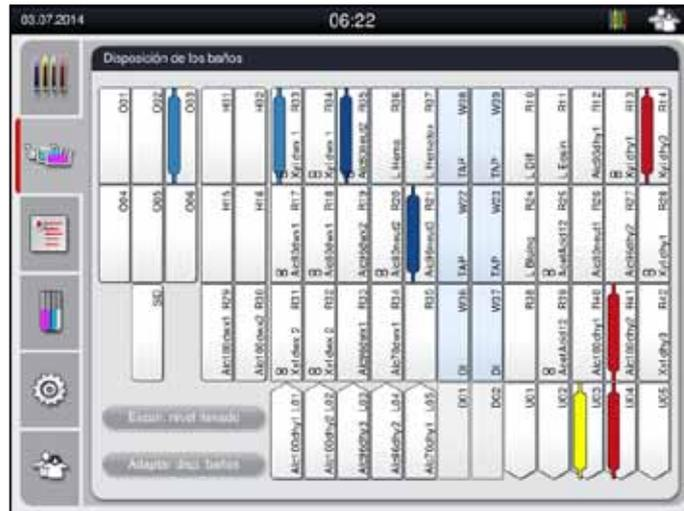

Fig. 83
8. El color de asa detectado y la abreviatura de programa asignada se muestran en la estación correspondiente de la disposición de los baños (→ "Fig. 83").
- Disposición de los baños con detalles de la estación (→ "Fig. 83").